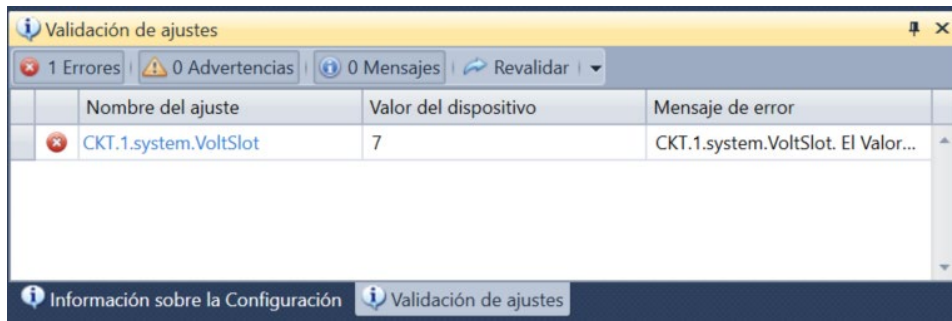

Figura 4-23. Pantalla de validación de ajustes
- Paso 4. Vea la ventana Validación de configuración (Figura 4-23) en la parte inferior de la ventana BESTCOMSP*lus*. Haga clic en Revalidar. Esto mostrará todas las fallas de validación en el archivo de configuración, incluidas las fallas causadas por la nueva configuración de la tarjeta.